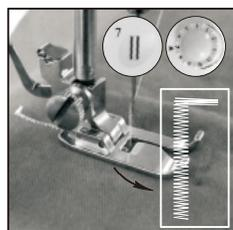

Fig. 18
- (3) Elija el patrón de puntada #7, encienda el interruptor y cosa la tela en la longitud adecuada, luego apague el interruptor. Tenga en cuenta que, debe tratar de mantener la puntada cosida en línea recta (Fig. 18).